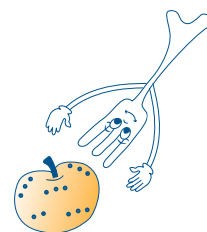

fig. 9
- 4) **Cibi con pelle, guscio o buccia (esempio: mele, patate, pomodori, würstel, pesce) vanno forati in più punti con una forchetta in modo che il vapore possa fuoriuscire e la pelle o la buccia non scoppi (Fig. 9).**